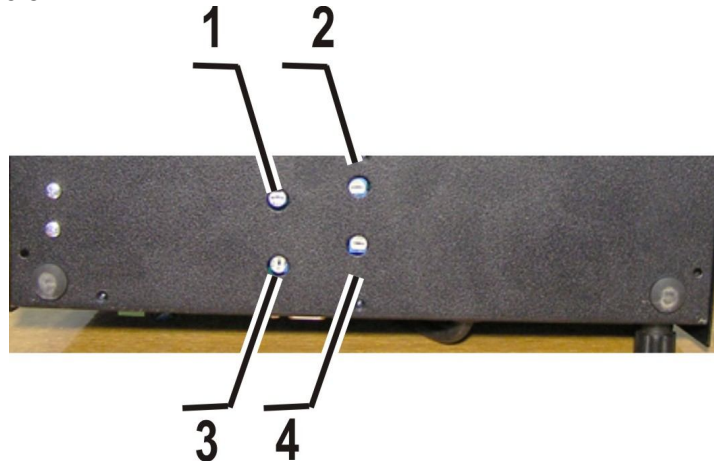

Рисунок 5 – расположение подстроечных элементов на нижней плоскости пульта ПГС-5-30М
2.3.2. Дополнительные регулировки ПГС-5-30М, расположенные на основании, представлены на рис.5.